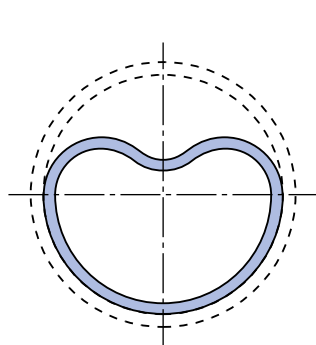

図3
- ② ハート形に曲げたサンフロン®リングをゴムリングにかぶせるようにして取付けてください。(図3)